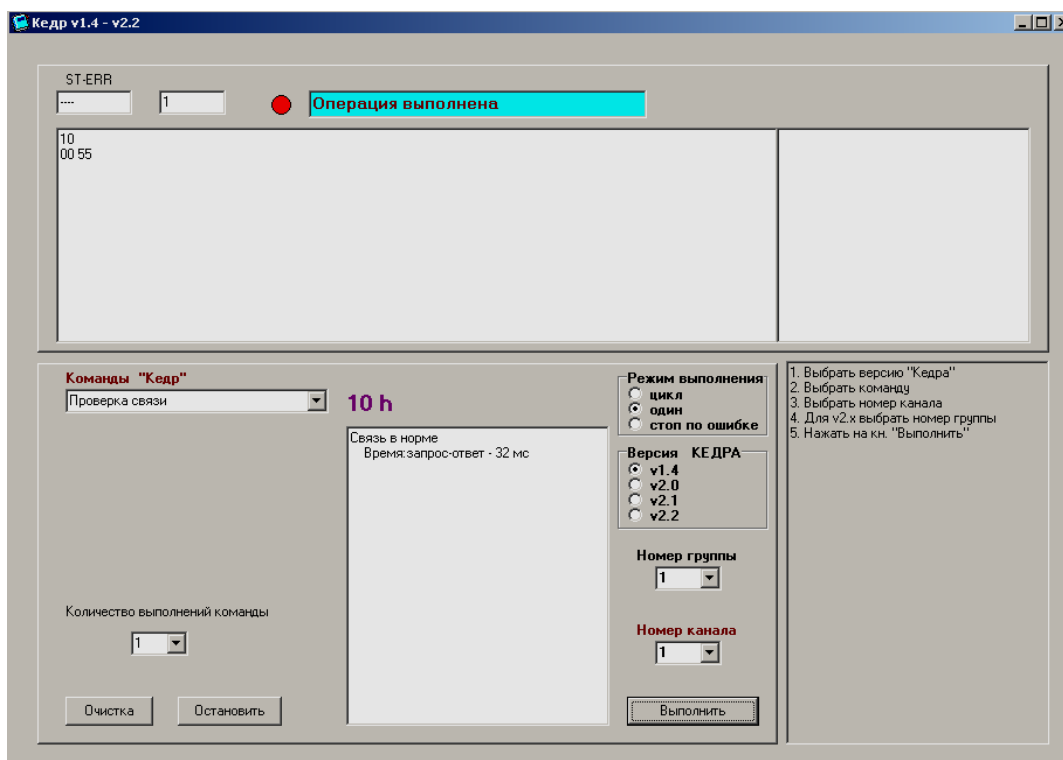

Рисунок 7.35
7.5.9 Нажать на кнопку «Выполнить». При выполнении команды на «Панели кодов» отображаются коды транзакции. При этом верхняя строка – однобайтный код команды от Master, а нижняя (ие) строка (и) – код ответа от Slave (рисунок 7.35). При успешном выполнении команды на панели сообщений появится надпись «Операция выполнена».